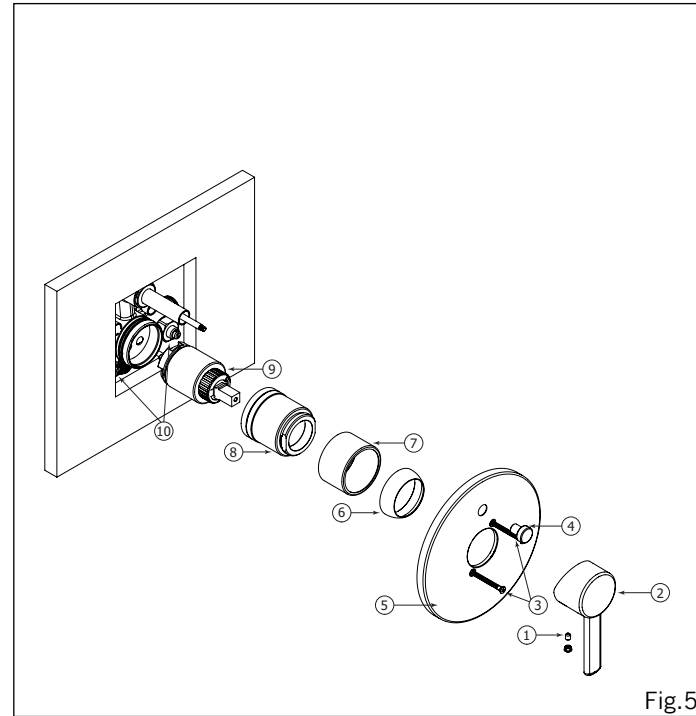

Fig.5
Remove all the components from (1) to (7). (See Fig.5). Afterwards, shut off the 2 check valves (10) by turning them clockwise with a screwdriver. Unscrew the cartridge holder (8) and remove the cartridge (9).
Démonter toutes les composantes de (1) à (7) (Voir Fig.5). Ensuite, fermer les deux valves d'arrêt (10) en les tournant dans le sens des aiguilles d'une montre avec un tournevis. Dévisser le manchon de valve (8) et enlever la cartouche (9).